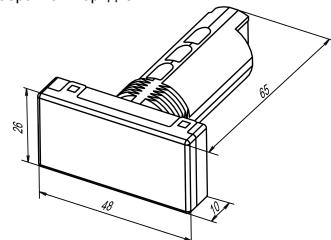

Рисунок 4 – Габаритные размеры корпуса Щ9
- Подготовить в щите круглое отверстие диаметром 22,5 мм (для предотвращения прокручивания прибора отверстие следует выполнить сложной формы, см. рисунок 4).